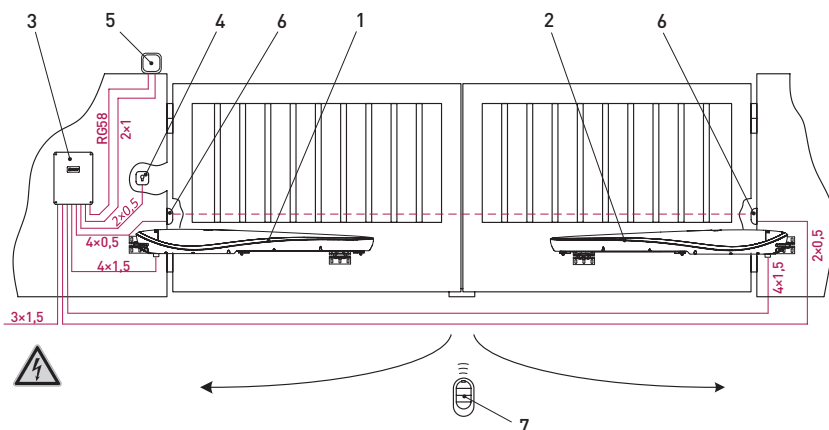

Рисунок 3. Типовая схема автоматизации двухстворчатых распашных ворот
- определите место, в которое будет установлен каждый компонент приводной системы (рис. 3). Привода и блок управления должны быть смонтированы на внутренней стороне ворот. Места установки устройств управления определите вместе с пользователем;
- проложите в соответствии с действующими нормами кабели до мест, где предусмотрена установка различных компонентов. На примере типовой схемы (рис. 3) рекомендуется использовать кабели длиной не более 20 метров;